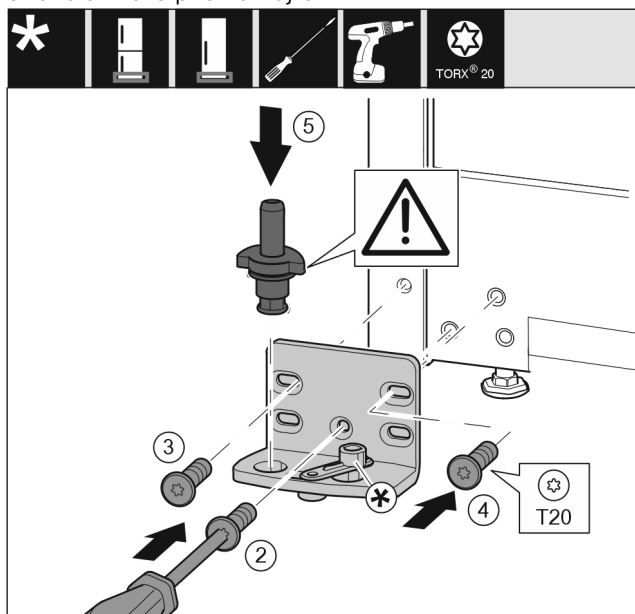

Fig. 15
- Nasadte ložiskovú konzolu na druhú stranu a priskrutkujte ju pomocou skrutkovača. Začnite skrutkou Fig. 15 (2) dole v strede.
- Pevne utiahnite skrutku Fig. 15 (3) a skrutku Fig. 15 (4).
- Úplne nasadte ložiskový čap Fig. 15 (5). Dbajte pritom na to, aby zaistovací doraz ukazoval smerom dozadu.